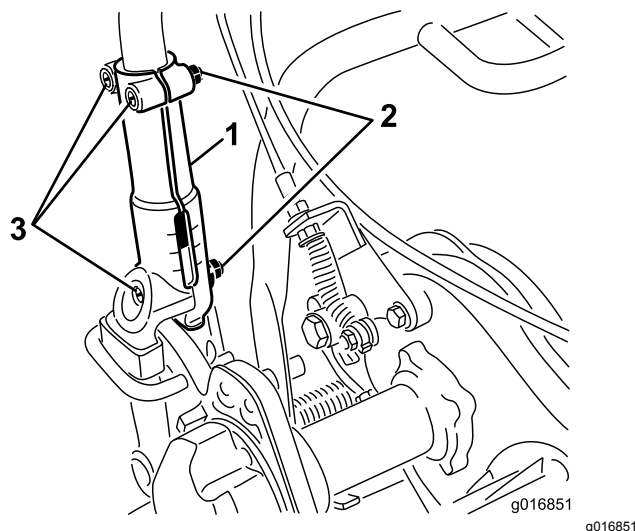

Figura 29
1. Allentate i 3 bulloni a testa tonda e i dadi che fissano ogni lato della stegola ai relativi morsetti (Figura 29).